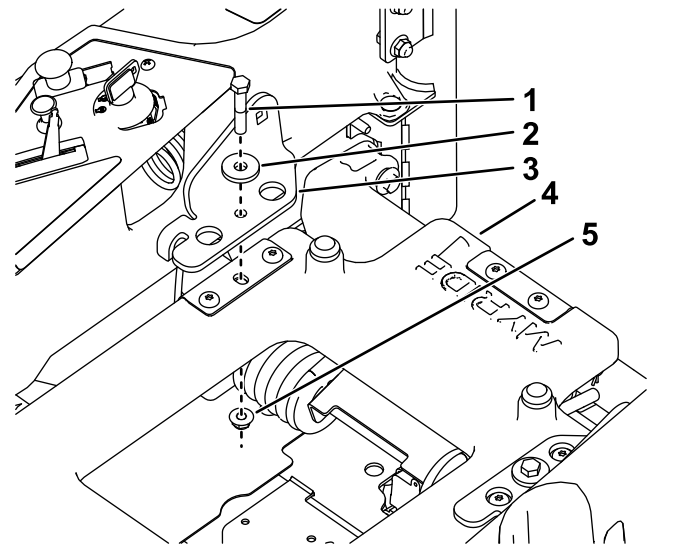

Figura 7
1. Instale os suportes do cinto de segurança na plataforma do banco com dois parafusos de rosca parcial ($\frac{3}{8}$ x 2 pol.), 2 pequenas anilhas e duas porcas de bloqueio ($\frac{3}{8}$ pol.) como se mostra na Figura 7.